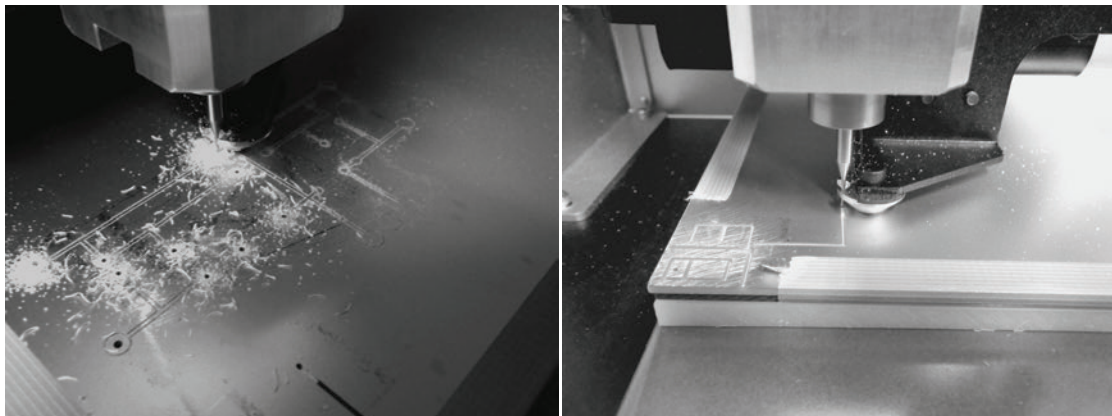

図 4 線路切削、穿孔。
- 3 基板加工機にて線路切削、部品取り付け用の穿孔を行う（図 4）。